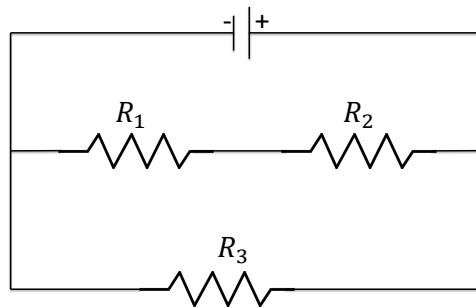

Figure 3
1. Dessinez de nouveau le diagramme de la Figure 3 en y incluant l'appareil qui mesure le voltage aux bornes de  $R_1$  et l'appareil qui mesure le courant qui circule dans  $R_3$ .